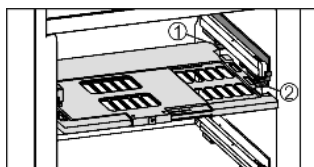

Fig. 21
- ▶ Установка пластины регулировки влажности: поперечные ребра крышки на пластине вставить через низ в задний держатель Fig. 21 (1) и защелкнуть спереди на держателе Fig. 21 (2).